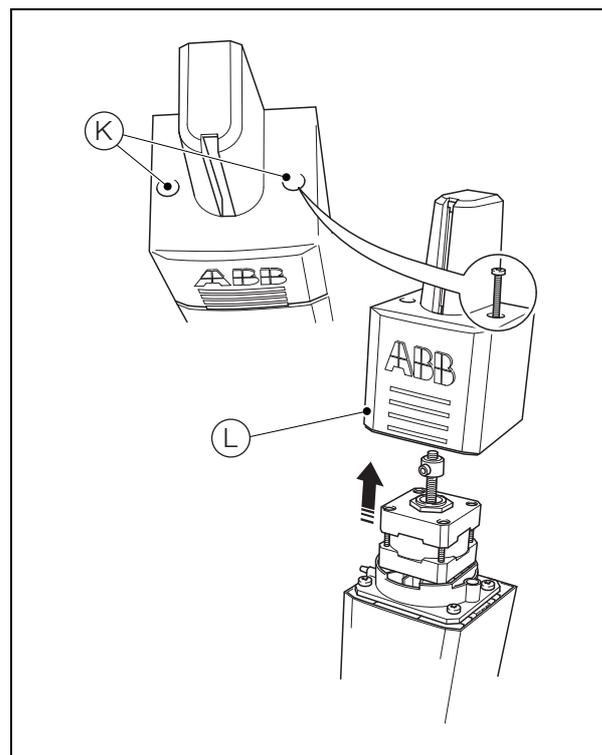

Fig. 13.12 Rimozione del coperchio superiore della cella di misura
5. Con riferimento alla Fig. 13.12, rimuovere le due viti (K) e il coperchio superiore della cella di misura (L).
11. Con riferimento alla Fig. 13.12, reinstallare il coperchio superiore della cella di misura (L) e fissarlo tramite le due viti (K).